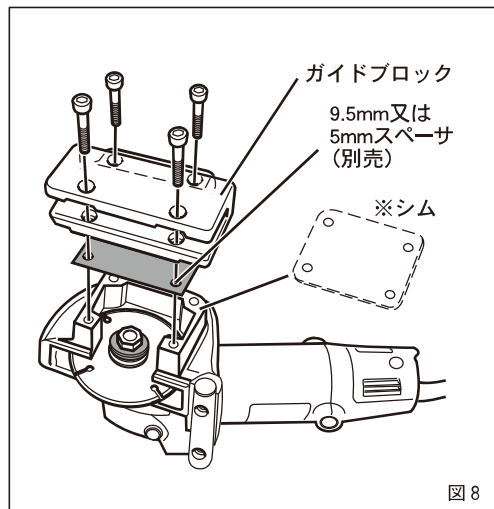
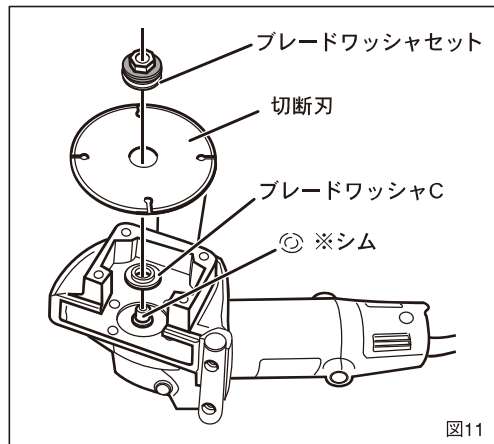

図8
図11
## 2. 切断刃の取付け (図8~図11)
① 4本の六角穴付きボルトを外し、ガイドブロックを取外します。(図8)
③ ブレードワッシャセット・切断刃・ブレードワッシャCの順で取外せます。(図11)